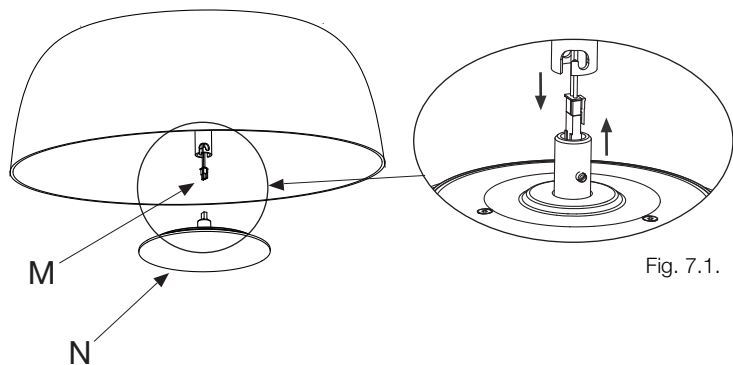

Fig. 7.1.
5. Clip the connector on the regulator box (M) to the connector on the LED plate (N) as shown in Fig. 7.1, and secure the LED plate by twisting it as shown in Fig. 7.2.
5. Clipar el conector del grupo eléctrico (M) con el conector del plato de leds (N) como se muestra en la Fig. 7.1. y fijar el plato de leds realizando un giro de bayoneta como se muestra en la Fig.7.2.
5. Fixez le connecteur du groupe électrique (M) au connecteur de la plaque à LED (N) comme indiqué à la Fig. 7.1. et fixez la plaque à LED avec une rotation à baïonnette comme indiqué à la Fig.7.2.
5. Klemmen Sie den Steckverbinder der Reglerbox (M) mit dem Steckverbinder der LED-Platte (N) wie in Abb. 7.1 gezeigt ein und befestigen Sie die LED-Platte durch eine Bajonett-drehung, wie in Abb. 7.2 gezeigt.